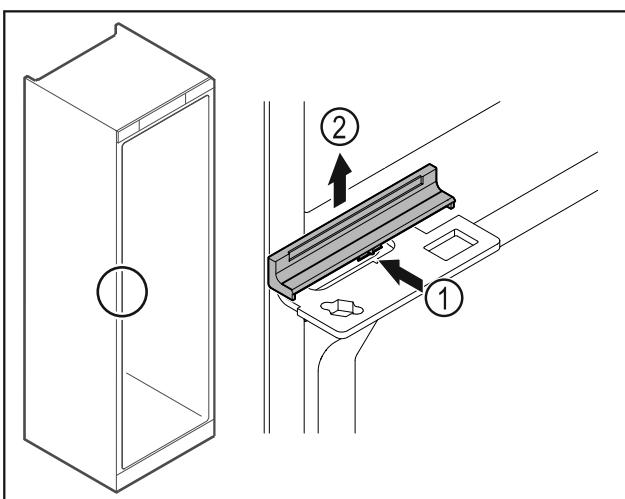

Fig. 48
- Слегка надавите на крышку по центру Fig. 48 (1) и снимите ее движением вверх Fig. 48 (2).